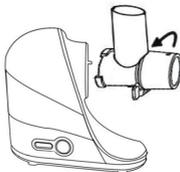

рис.1
6.1.1 Установите горловину на корпус прибора под углом напротив значка «» и поверните против часовой стрелки в сторону значка «» до фиксации (рис.1).